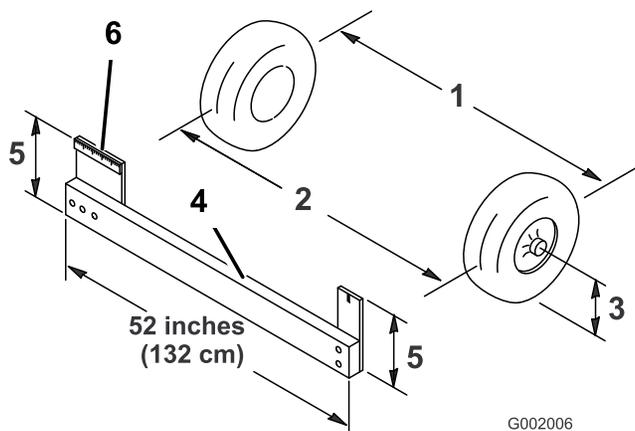

Figure 33
4. Mesurez la distance entre les roues avant à hauteur d'essieu, à l'avant et à l'arrière des roues (Figure 33).
Remarque: Un gabarit ou un compas à verges est nécessaire pour mesurer l'arrière des roues avant à hauteur d'essieu. Utilisez le même gabarit ou outil pour mesurer précisément l'avant des roues avant à hauteur d'essieu (Figure 33).